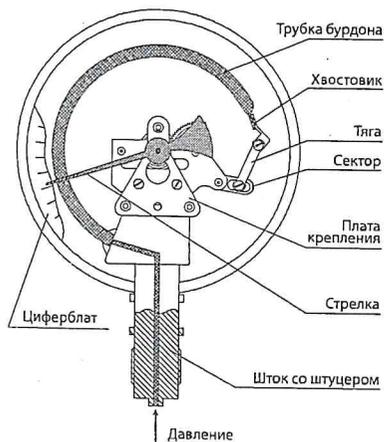

Рис.1. Устройство манометра.
1.3.1. Принцип действия манометров ТМ, ТВ, ТМВ и ТМТБ основан на зависимости деформации чувствительного элемента от измеряемого давления. В качестве чувствительного элемента используется трубка Бурдона (рис.1). Под воздействием измеряемого давления свободный конец трубки перемещается и с помощью специального механизма вращает стрелку манометра.